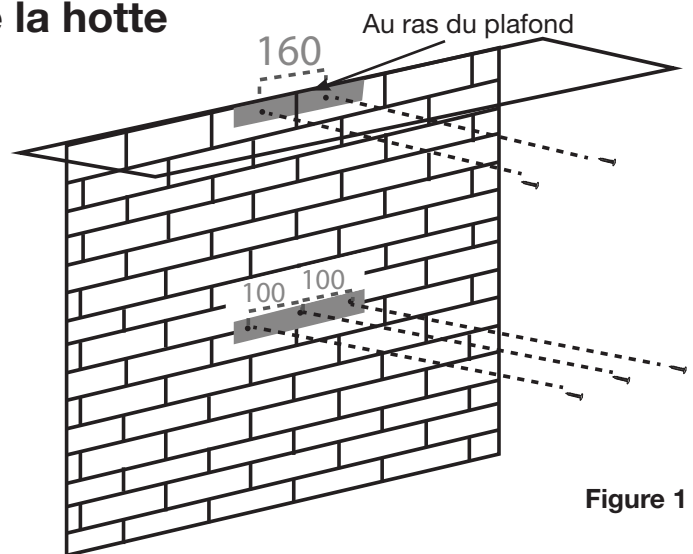

Figure 1
- La hotte sur le dessus du support (voir figure 1).
- Percez deux trous selon la grandeur du support de montage. Le support de montage supérieur doit être positionné au ras du sommet de la cheminée à l'extérieur (voir figure 1).